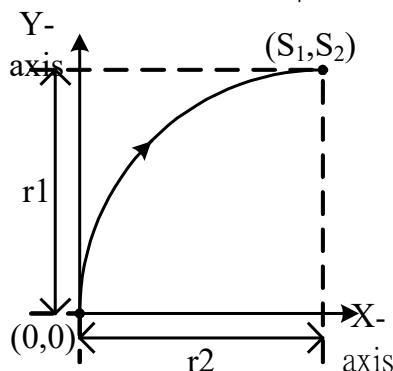
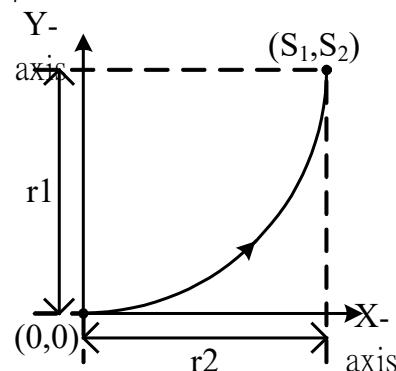

Figura 1
Figura 2
7. O 16º bit alto S₃ + 1 do valor de 32-bit S₃• representando o tempo de desenhar o circular, que é de 10ms. O tempo é restrito pela frequência máxima do pulso. Se a frequência da operação real é maior que 200K, será operada como 200K. Neste caso, levará um tempo mais longo. O 16º bit baixo S₃ + 0 representa a direção de desenhar o circular. Zero (0) indica a direção no sentido horário, enquanto 1 indica a direção no sentido anti-horário. O valor de direção maior que 1 será considerado como 1.
8. A instrução desenha um oval com o ângulo de 90 graus. A figura 1 mostra a direção no sentido horário, enquanto a figura 2 mostra a direção no sentido anti-horário. O valor máximo de r₁ e r₂ não pode ser maior que 1.000.000.000 e valor mínimo não pode ser menor que 100.